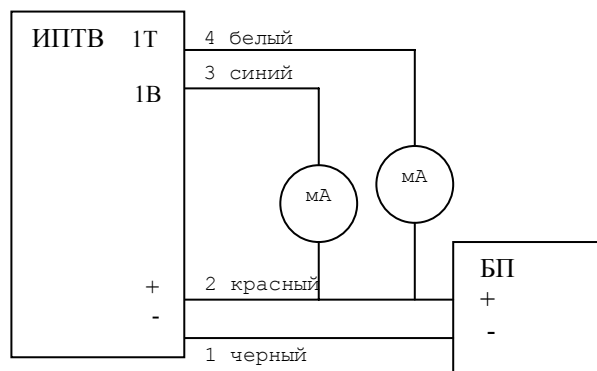

Рисунок 1
- 2) подсоединить электрический разъем с подводными проводами (рисунок 1).